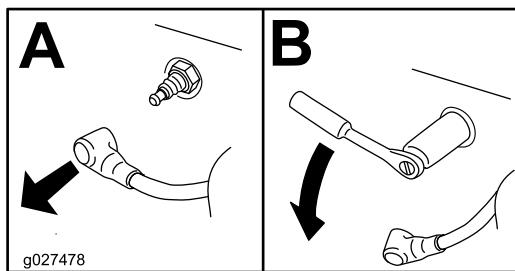

Figure 44
4. Déposez la bougie (Figure 44).